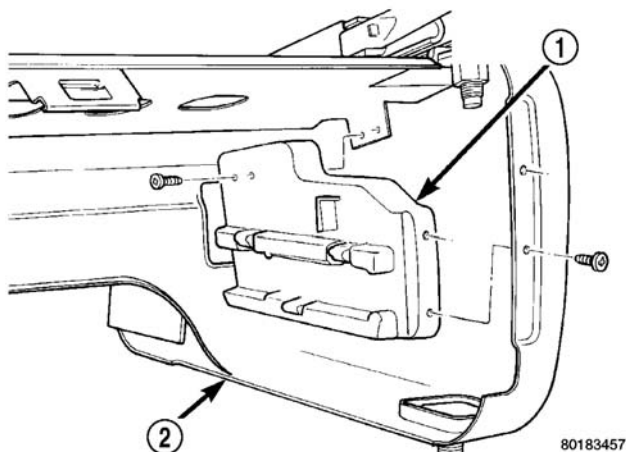

图 45 椅下储物箱滑轨
- （2）拆卸将储物箱调整滑轨导向装置装接到座椅升降器的螺钉（图 45）。
- （2）安装将储物箱滑轨导向器装接到座椅升降器的螺钉（图 45）。拧紧螺钉至 $81 \text{ N} \cdot \text{m}$ (32 in.lbs.) 的扭矩。